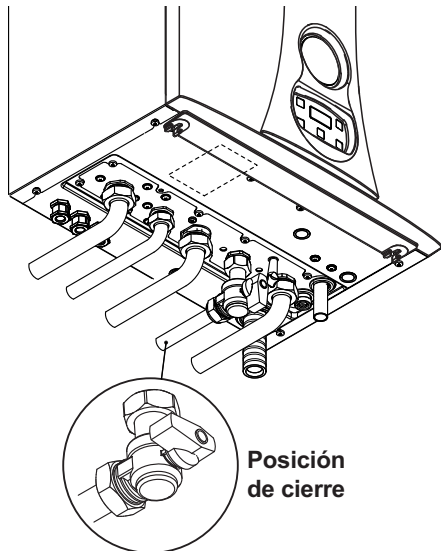

Figura 2.15
- Cierre las llaves de la caldera Figura 2.15;